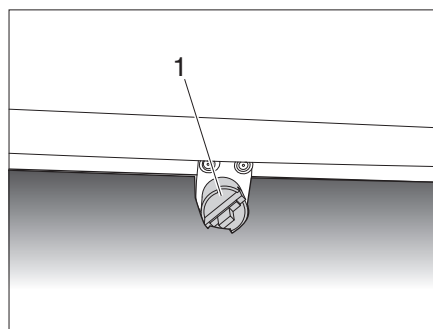
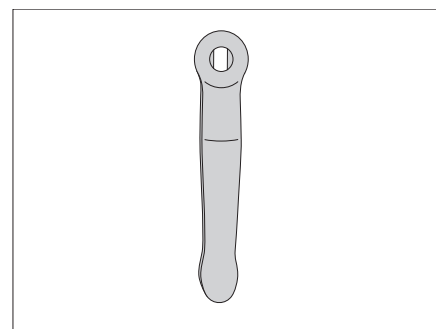
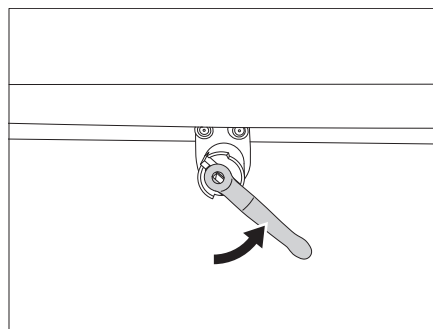

Figure 69 Écoulement Réservoir d'eaux usées
Figure 70 Clé du réservoir
Figure 71 Ouvrir le robinet d'eaux usées
- Insérer la clé du réservoir (Figure 70) sur le dispositif de vidange (Figure 69, 1).
- Pour ouvrir le robinet d'évacuation des eaux usées, tourner la clé du réservoir (Figure 70) d'un quart de tour dans le sens inverse des aiguilles d'une montre (Figure 71).
- Pour fermer le robinet d'évacuation des eaux usées, revisser à fond la clé du réservoir (Figure 70) dans le sens des aiguilles d'une montre.
- S'assurer que l'ouverture de vidange située à l'intérieur du réservoir d'eau fraîche (Figure 67), le robinet des eaux usées (Figure 69, 1) et la valve de sécurité du chauffe-eau sont fermés.